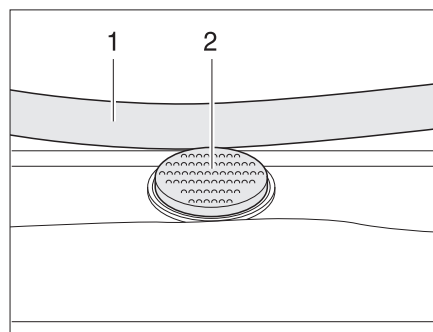

Fig. 47 Botón de seguridad en la claraboya Heki
- Pulsar el botón de seguridad (Fig. 47,2) y tirar la horquilla (Fig. 47,1) hacia abajo con ambas manos.
- Presionar el estribo hacia arriba con ambas manos hasta que la horquilla se encuentre encima del botón de seguridad (Fig. 47,2).